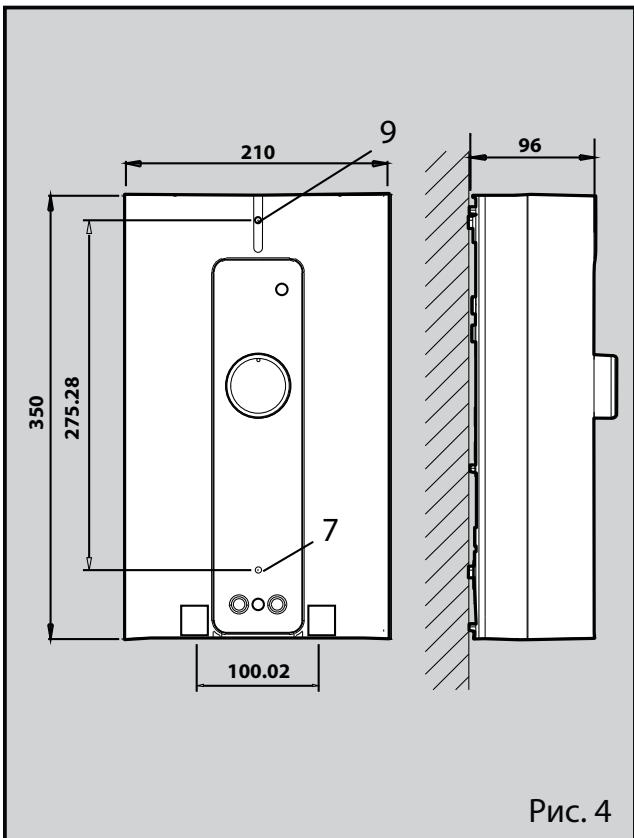

Рис. 4
- 7 Нижнее крепежное отверстие (рис. 4)
- 9 Верхнее крепежное отверстие (рис. 4)